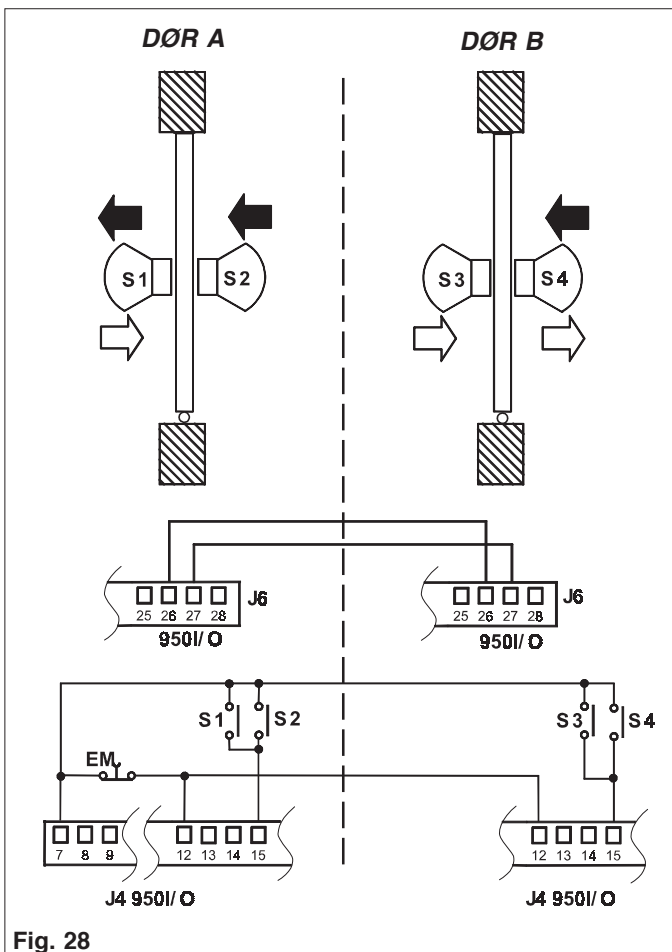

Fig. 28
- Kople 950 I/O kontrollenheten mellom de to automatikken og sensorene som vist i Fig. 28.